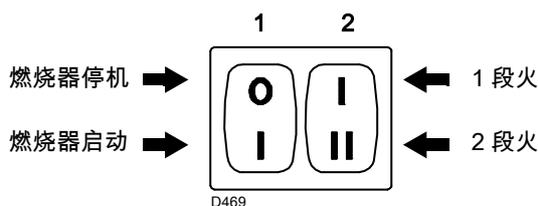

图 28
- 开关 1（图 28）至“燃烧器启动（ON）”位置；
- 开关 2（图 28）至“1 段火运行”位置。
转动开关 2) (图 28) 至 2 段火出力位置：伺服马达会开启风门挡板，同时将燃气蝶阀开启至 90°。